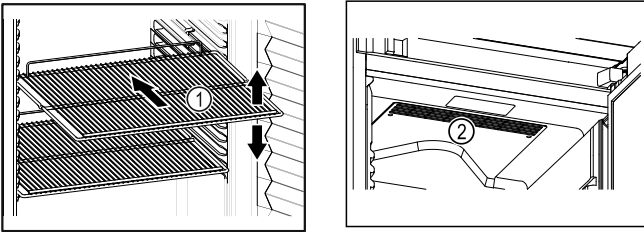

Fig. 61 Reprezentare exemplificativă Fig. 62
- Dacă grătarele tip poliță Fig. 61 (1) pot fi mutate, adaptați-le în funcție de înălțime.